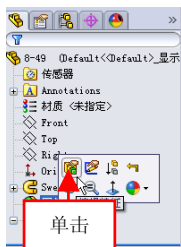

图 8-50 单击【编辑特征】按钮
(2) 在 Feature Manager 设计树中，选择【拉伸 1】选项，弹出对话框，单击【编辑特征】按钮，如图 8-50 所示。